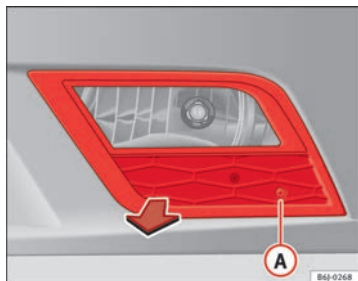

Fig. 159 Faro fendinebbia
- Rimuovere la vite ⇒ fig. 159 (A) della griglia del faro fendinebbia con un cacciavite.